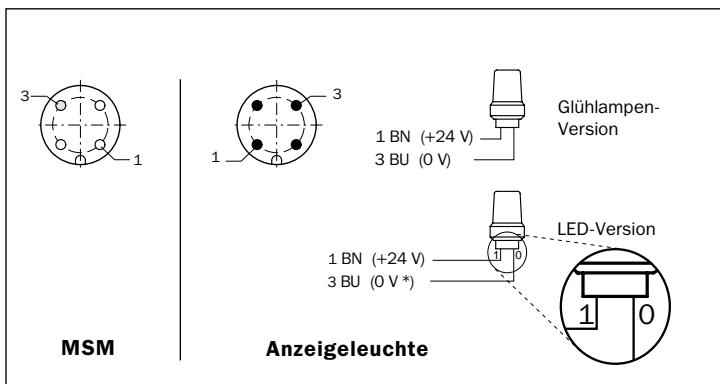

Abb. 7: Anschlussbild Muting-Anzeigeleuchte: links MSM,
- Beim Anschluss der LED-Anzeigeleuchte auf die Polung achten (siehe Abb. 7).